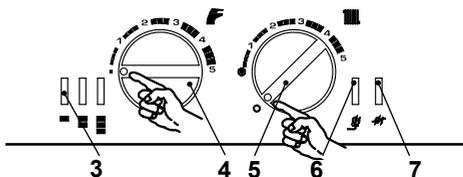
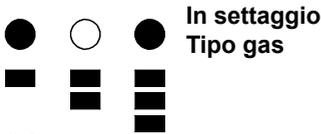
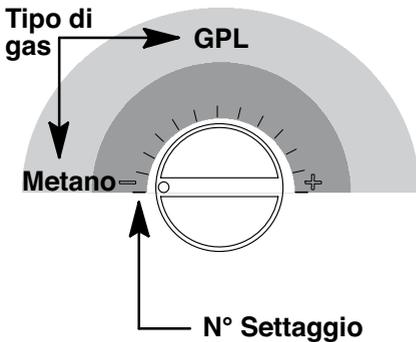
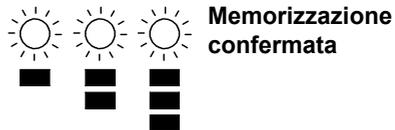

Figura 8.2
Figura 8.4
Figura 8.5
Figura 8.8
- Posizionare il selettore 5 come indicato in Figura 8.2; la lampada di segnalazione 3 lampeggia ad intermittenza circa ogni 4 secondi.
in Figura 8.2 per circa 10 secondi, la lampada di blocco 7 in Figura 8.2 inizierà a lampeggiare.
- Premere il pulsante di ripristino 6 in Figura 8.2 tante volte (4 volte) fino alla visualizzazione delle spie di segnalazione 3 in Figura 8.2 come in Figura 8.4 (legenda spie a pag. 34).
Per visualizzare il settaggio impostato tenere premuto il pulsante di ripristino 6 in Figura 8.2 per circa 5 secondi. Le spie di segnalazione 3 in Figura 8.2 lampeggeranno un numero di volte pari al settaggio (Figura 8.5).
- Per cambiare il settaggio ruotare la manopola regolazione temperatura sanitari 4 in Figura 8.2 e posizionarla per il **tipo di gas** prescelto Figura 8.5 (nella figura es. manopola settata per **gas Metano**), la lampada di segnalazione blocco 7 in Figura 8.2 lampeggia velocemente.
- Per memorizzare il settaggio premere il pulsante di ripristino 6 in Figura 8.2 per circa 5 secondi, le spie di segnalazione 3 in Figura 8.2 lampeggiano tutte quante simultaneamente come in Figura 8.8 (legenda spie a pag. 34)